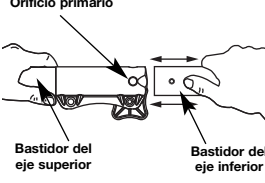

Fig. 14
3. Mientras sostiene el bastidor del eje superior con firmeza, tire del accesorio de corte o accesorio en línea recta fuera del acoplador Rapid-Link™ (Fig. 14).
2. Mientras sostiene el accesorio con firmeza, empujelo en línea recta en el acoplador Rapid-Link™ (Fig. 14).